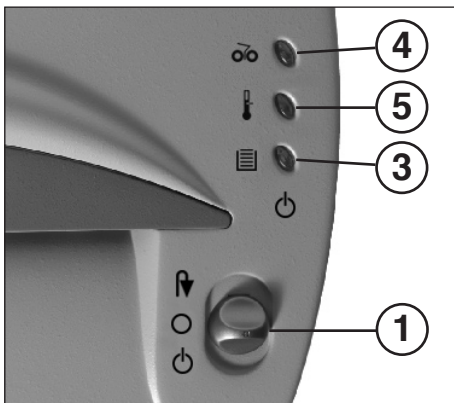

Рис. 1
- 1 = функциональный переключатель (рис. 1) (автоматический режим / выкл. / обратный ход)
- 3 = Контрольная лампочка (рис. 1)
- 4 = Контрольная лампочка (рис. 1)
- 5 = Контрольная индикация (рис. 1)
- Переведите функциональный переключатель (1) (рис. 1) в положение . Загорается контрольная лампочка (3) (рис. 1) (зелёный).
Следите за тем, чтобы прибор в ночное время был выключен с помощью функциональный переключатель (1), (рис. 1). Переведите функциональный переключатель в положение «О».
- Загорается контрольная индикаторная лампочка (4) (рис. 1).
- Сначала переведите функциональный переключатель (1) (рис. 1) в положение «I» (загруженный материал выходит назад) и затем сразу в положение «О».
- Контрольная индикация (4) (рис. 1) погаснет.
- Вышедшую назад бумагу оторвите немного выше загрузочного отверстия и затем переведите функциональный переключатель (1) (рис. 1) в положение «I».
- Переведите функциональный переключатель (1) (рис. 1) в положение «I».
если происходит перегрузка двигателя, то он отключается. Загорается контрольная индикаторная лампочка (5) (рис. 1). Выключите прибор с помощью функциональный переключатель (1) (рис. 1) (положение «О»). По истечении времени охлаждения 25-30 минут (в зависимости от температуры в помещении) Вы можете снова включать прибора.